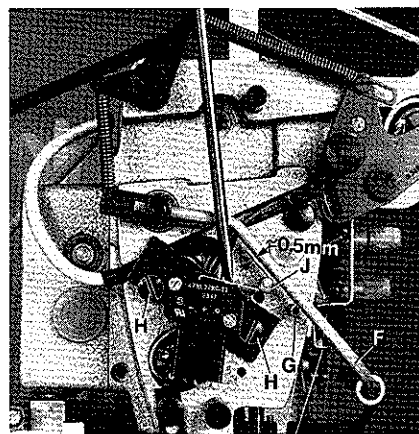
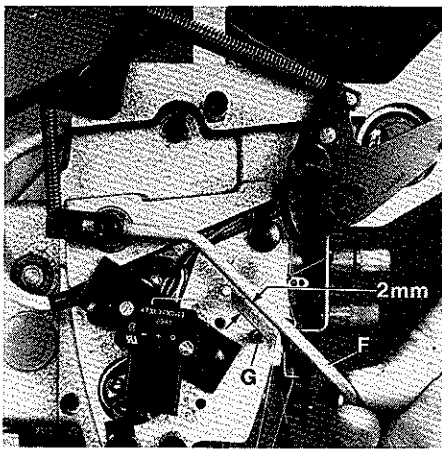

Fig.57
Fig. 58
Loosen the two screws (H, Fig.57) and position the micro switch so the roller lever (J) of switch has still an end play of approx. 0,5 mm (.020 in.) (see Fig.57) below actuating lever (F) resting on roll pin (G), in order not to damage the switch. Retighten screws (H). The micro switch is set correctly when the motor of the metering device switches off at the time the actuating lever (F, Fig.58) has raised by 2 mm (5/64 in.) (see Fig.58) from roll pin (G).
Lösen Sie die beiden Schrauben (H, Fig.57) und positionieren Sie den Mikroschalter so, daß der Rollenhebel (J) des Schalters noch etwa 0,5 mm (siehe Fig.57) Spiel nach unten hat, wenn der Schaltbügel (F) an der Spannhülse (G) anliegt, damit der Schalter nicht beschädigt wird. Ziehen Sie die Schrauben (H) wieder an.
Der Mikroschalter ist richtig eingestellt, wenn beim Abheben des Schaltbügels (F, Fig.58) von der Spannhülse (G) um 2 mm (siehe Fig.58), der Motor des Zumeßgeräts ausschaltet. Montieren Sie den Kopfdeckel, den Führungsbügel und die Rändelschraube mit Stelling wieder.